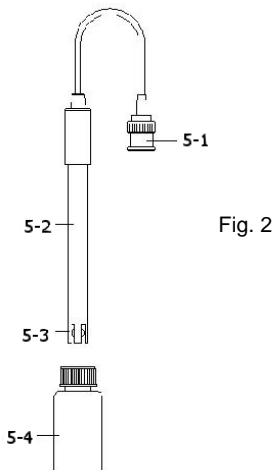

Fig. 2
- 2) Prepare o eletrodo de pH (opcional), introduza o "conector da sonda" (5-1, Fig. 2) na "tomada de entrada de pH/BNC" (3-16, Fig. 1).
- 4) Segure o "Cabo do Eletrodo" (5-2, Fig. 2) com uma mão e introduza totalmente "a cabeça do sensor" na solução a medir enquanto move suavemente o eletrodo (5-3, Fig. 2).
Quando já não estiver a usar o Eletrodo, deverá introduzir "a cabeça do eletrodo" (5-3, Fig. 2) no "Frasco de proteção" (5-4 Fig. 2)
- 1) Prepare o eletrodo de PH (opcional), instale a "tomada/plugue da sonda" (5-1, Fig. 2) na "tomada de PH/BNC"(3-16, Fig. 1).
4. Segure o "Cabo do Eletrodo" (5-2, Fig. 2) com uma mão e introduza totalmente "a cabeça do sensor" na solução a medir enquanto move suavemente o eletrodo (5-3, Fig. 2). Na tela aparecerá o valor de pH.